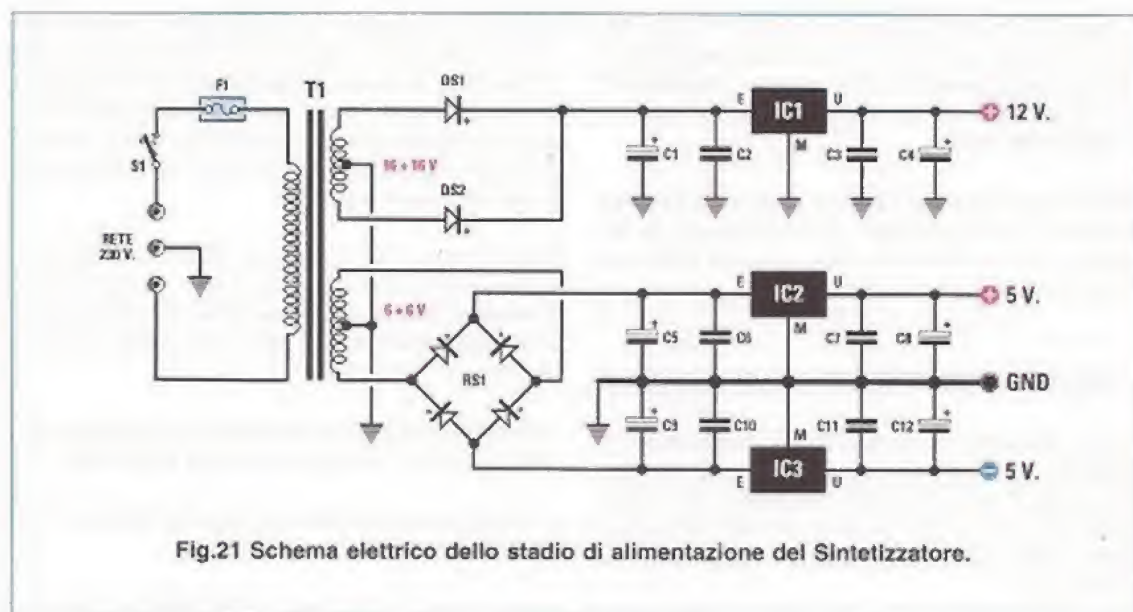

Fig.21 Schema elettrico dello stadio di alimentazione del Sintetizzatore.
**Fig.24** Lo stadio di alimentazione LX.1749, il cui schema pratico di montaggio è riprodotto in fig.21, deve essere fissato sul piano del mobile con 4 distanziatori plastici con base autoadesiva. Dopo aver infilato i perni dei distanziatori nei fori dello stampato, dovete togliere dalle loro basi la carta che protegge l'adesivo, poi premete tutto lo stadio di alimentazione sul piano del mobile e in questo modo non si muoverà più.